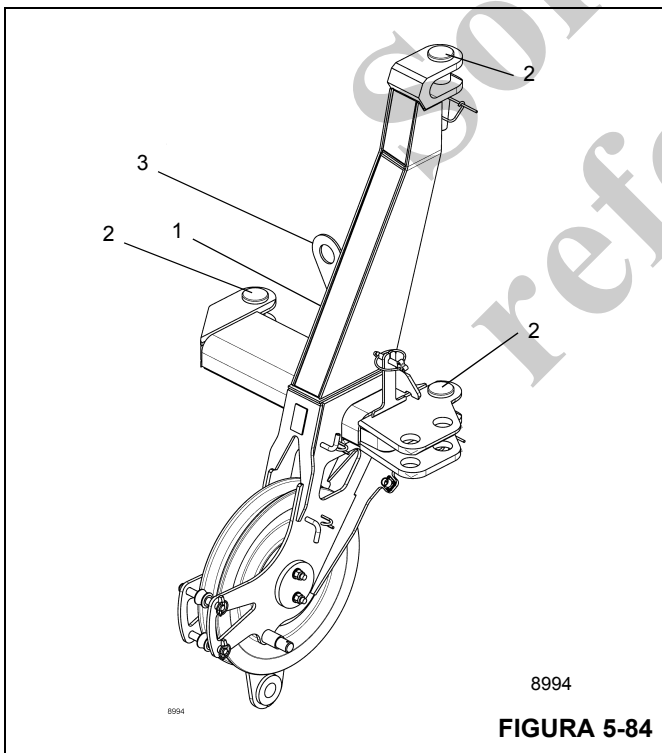
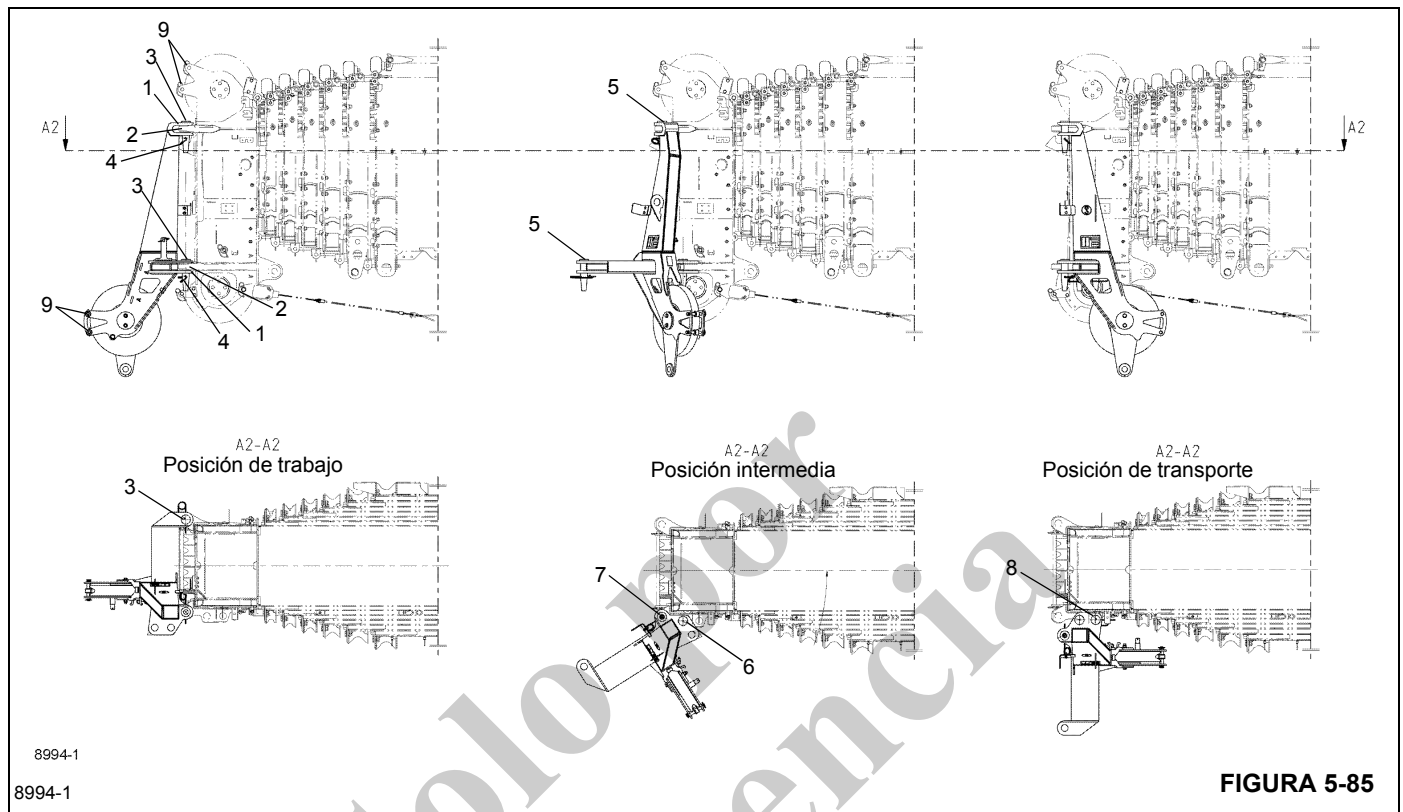

FIGURA 5-84
FIGURA 5-85
El número de serie (1) está en una placa, en la parte derecha de la punta de la pluma de polea única auxiliar (Figura 5-84).
1. Retire las pinzas de retención de los pasadores (2) y retire los pasadores de las orejetas de fijación (Figura 5-84).
2. Use una grúa auxiliar conectada a los ojales de elevación (3) en la punta de pluma auxiliar y levántela hacia la parte frontal sobre la cabeza de pluma principal.
3. Alinee la punta de la pluma de polea única auxiliar de manera que las orejetas de fijación (1, Figura 5-85) queden alineadas con las orejetas de fijación de la punta de la pluma (2).
4. Asegure la punta de la pluma de polea única auxiliar a la punta de la pluma principal usando pasadores (3).
5. Asegure los pasadores (3) con pinzas de retención (4).
En la posición de trabajo, la punta de la pluma de polea única auxiliar está colocada delante de la cabeza de la pluma principal y fijada con tres pasadores (3, Figura 5-85).
1. Retire las pinzas de retención y saque los pasadores (5) de las orejetas en la parte delantera de la cabeza de pluma principal (Figura 5-85).
3. Inserte el pasador (6) en las orejetas y asegure con la pinza de retención.
4. Retire la pinza de retención del pasador (7) y quite el pasador.
5. Gire la punta de la pluma auxiliar más lejos, hacia el lado de la punta de la pluma principal. Inserte el pasador (8) en las orejetas y asegure con la pinza de retención.
1. Retire las varillas de sujeción del cable de la cabeza de la pluma principal y de la punta de la pluma de polea única auxiliar (9, Figura 5-85).